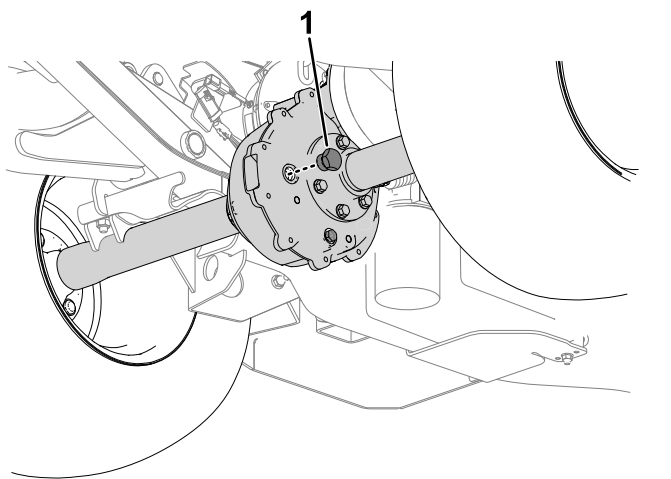

Bild 51
1. Entfernen Sie die Füllschraube an der Achse (**Bild 51**).